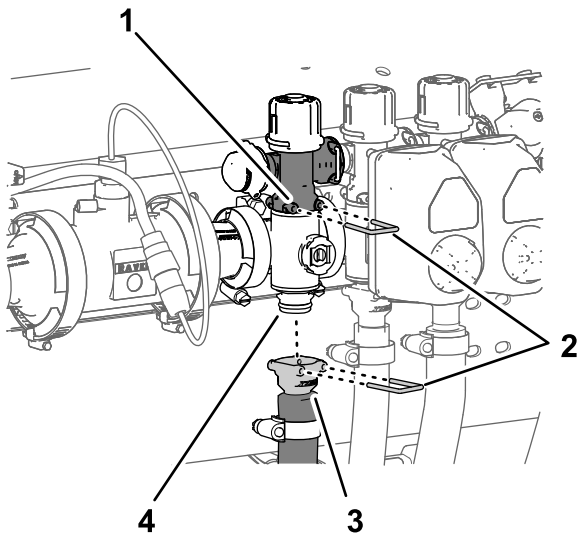

Figure 125
1. Retirez l'étrier qui fixe le raccord rapide de la vanne de dérivation de section à la vanne de section du collecteur (Figure 125)
- Retirez l'étrier qui fixe le raccord rapide du flexible d'alimentation de section au collecteur et l'étrier qui fixe le raccord rapide de la valve du collecteur de section (Figure 125).